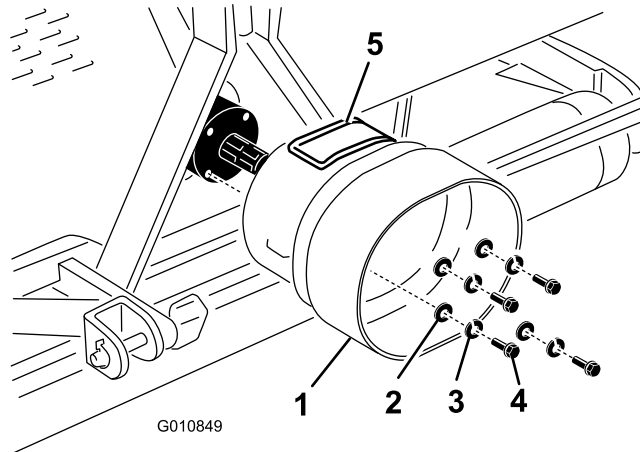

图22
1. 卸下固定至打孔机齿轮箱后部的 4 个螺栓、锁紧垫圈和扁平垫圈 图22。
2. 用之前卸下的紧固件将 PTO 护罩安装到打孔机齿轮箱上 图22。安装 PTO 护罩时应确保检修门 图22 朝向上面或侧面具体取决于打孔机机架配置。
注意 您可以打开检修门 图22 以便拆装 PTO 轴安装紧固件。